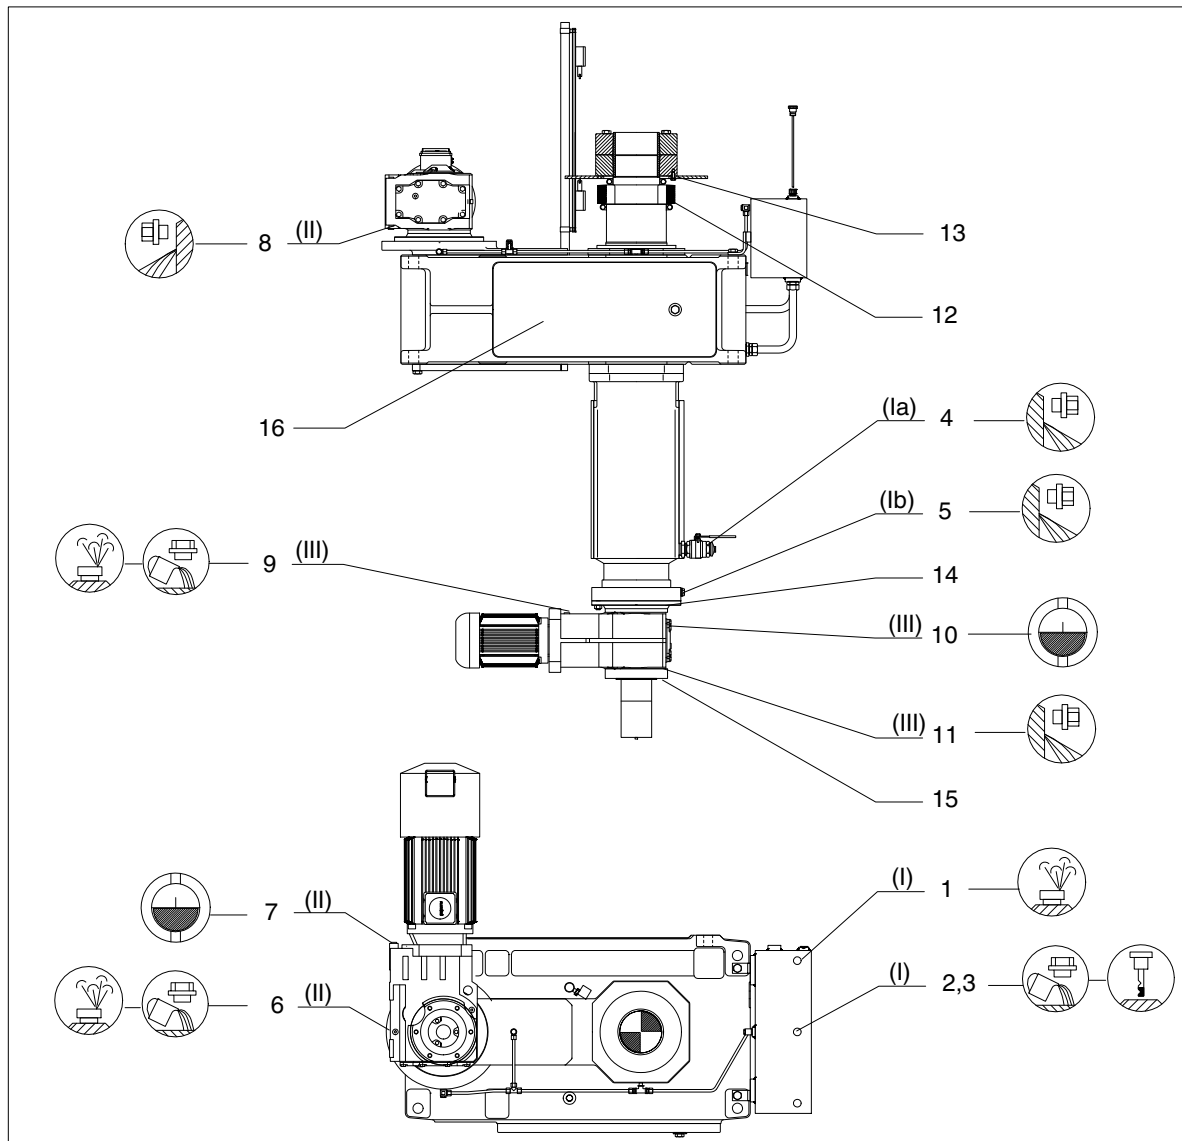
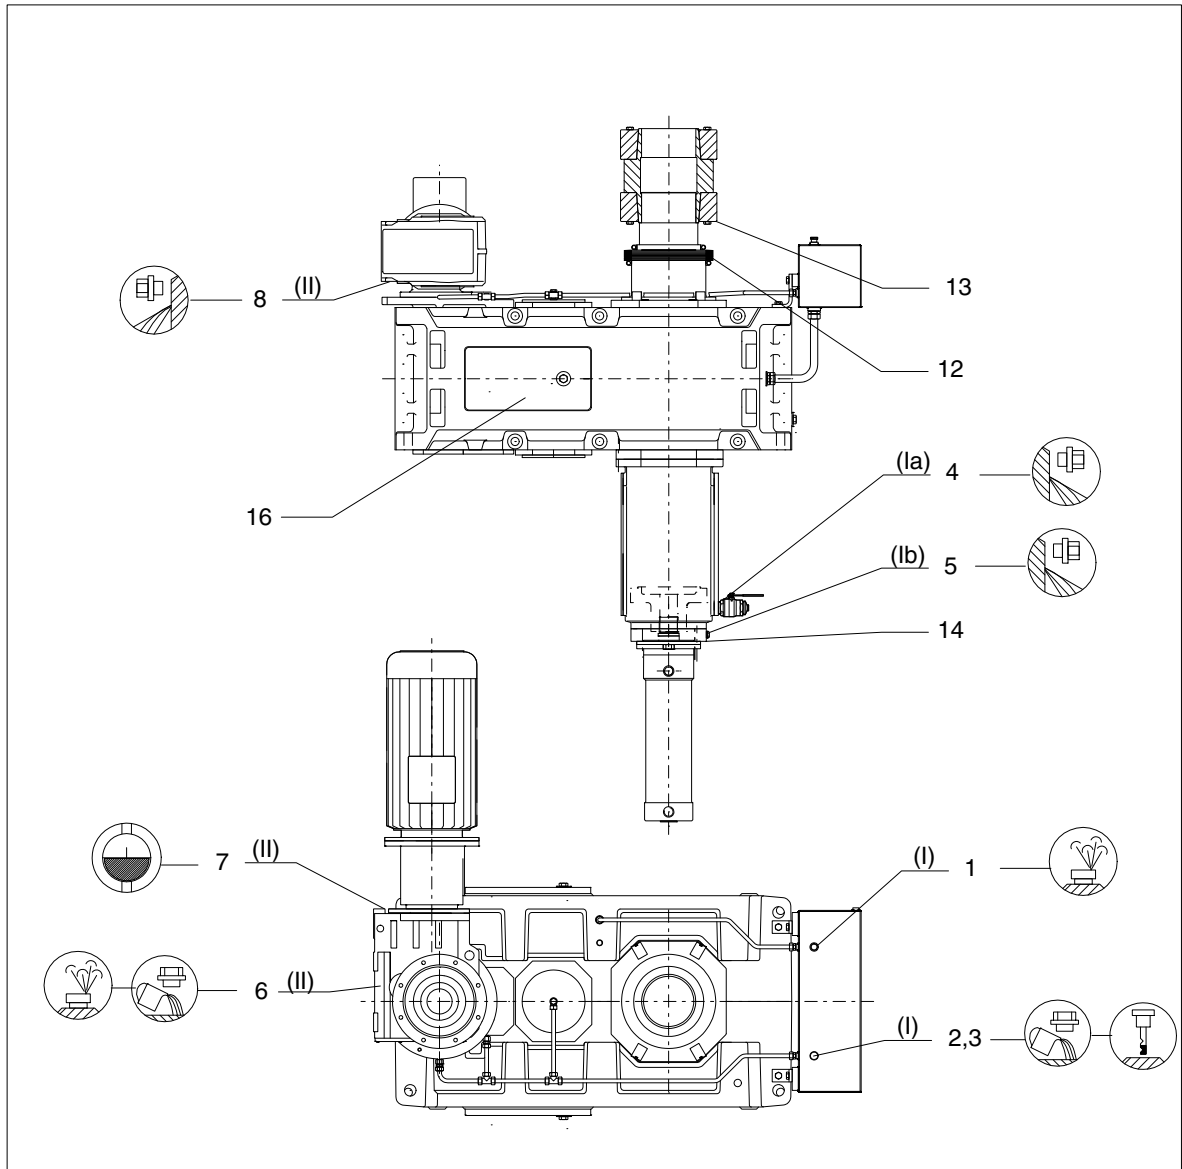

Bild 4: Öleinfüllung und Ölablass - Getriebe mit Hubgetriebe
Bild 5: Öleinfüllung und Ölablass - Getriebe mit Hubzylinder
- Luftfilter/Nassluftfilter (1) am Ölausgleichsbehälter herausschrauben (siehe Bild 4 oder Bild 5).
- Ölablasshahn (4) öffnen und Restölablass-Schraube (5) herausschrauben und das alte Konservierungsöl in ein geeignetes Gefäß ablassen.
- Ölablasshahn (4) schließen und Restölablass-Schraube (5) wieder einschrauben.